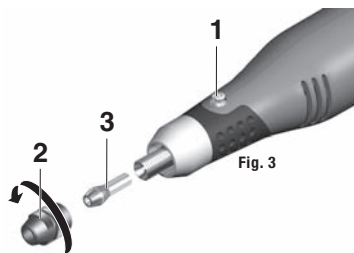

Fig. 3
5.2 Auswechseln der Spannzangen (Fig. 3)